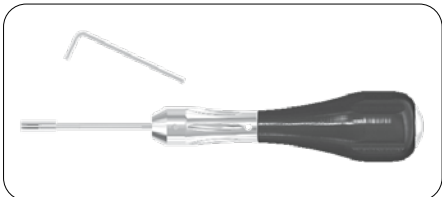

Fig. 2
Loosen the tomas®-screwdriver Allen set screw with the tomas®-screwdriver key 1.3 and remove the tomas®-screwdriver tip (Fig. 2).
Desserrer le tomass-screwdriver Allen set screw (tige filetée à six pans creux) en utilisant la tomass-screwdriver key 1.3 (clé hexagonale 1,3), puis déposer la tomass-screwdriver tip (tige de tournevis) (Fig. 2).